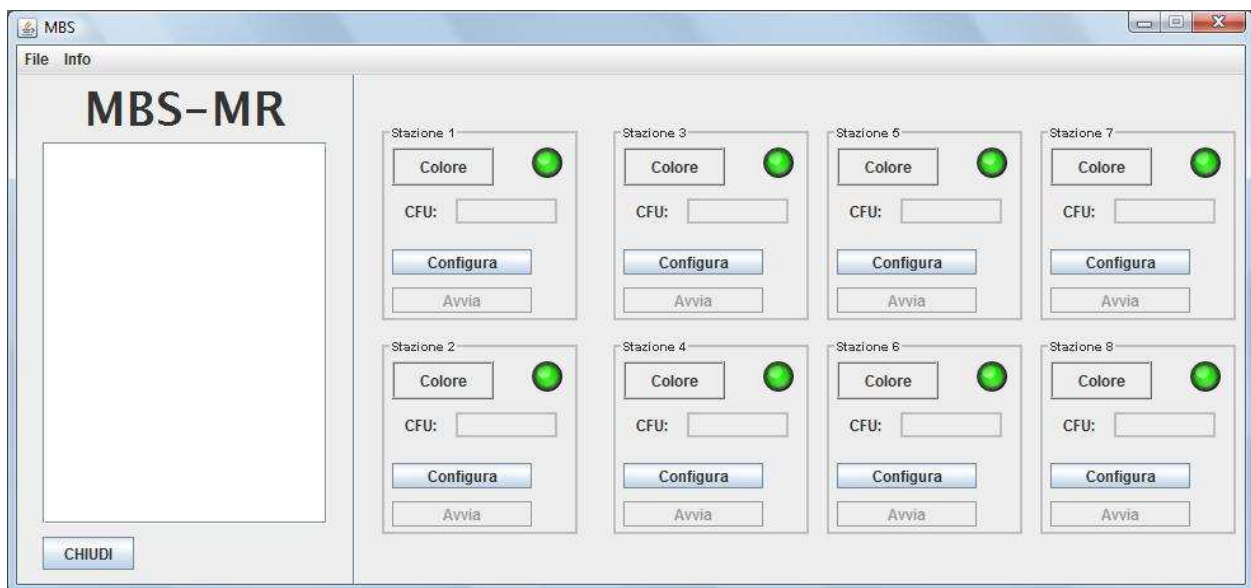
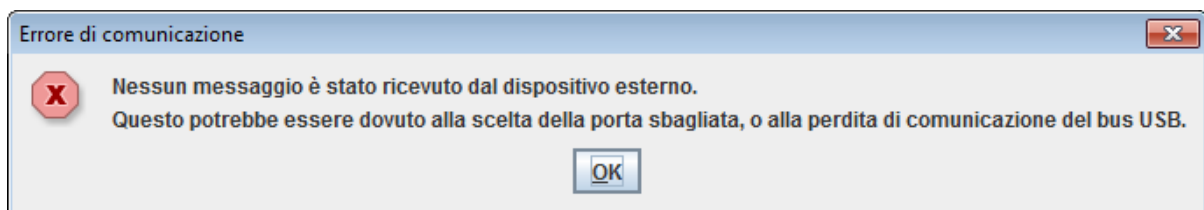
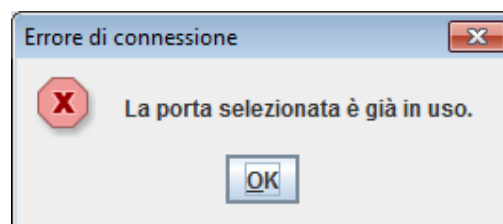

Fig. 10. MBS-MR – Interfaccia utente, software pronto
Fig. 11. Box di errore nella procedura di configurazione della porta di comunicazione (1)
Fig. 12. Box di errore nella procedura di configurazione della porta di comunicazione (2)
- Se la porta di comunicazione scelta risulta corretta, l'interfaccia utente dell'MBS-MR mostra "i semafori" delle stazioni di colore verde (fig. 10), indicando in tal modo che è possibile procedere alla impostazione dei parametri di analisi attraverso la configurazione delle singole stazioni. Se invece la porta di comunicazione non è corretta, viene mostrato uno dei 2 box di errore (fig. 11 e fig. 12); in tale caso bisogna ripetere l'operazione (fig. 9) scegliendo un'altra porta fino a quando non viene selezionata quella giusta;